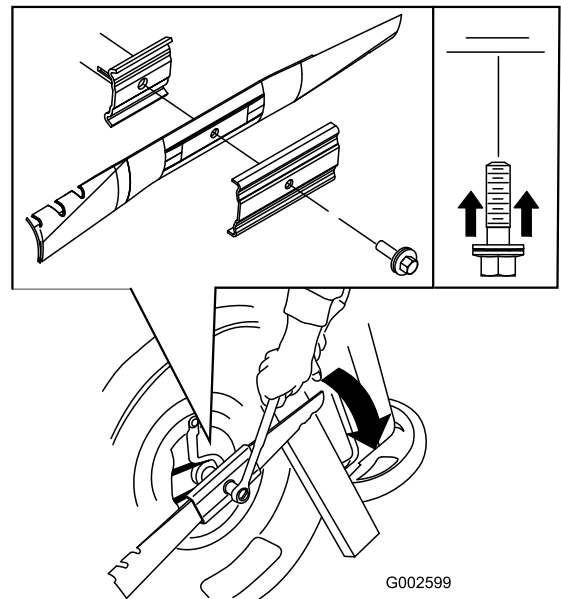

Figure 47
3. Immobilisez la lame avec un morceau de bois (Figure 47).
4. Déposez la lame mais ne jetez pas les fixations (Figure 47).
5. Montez la nouvelle lame et toutes les fixations (Figure 47).